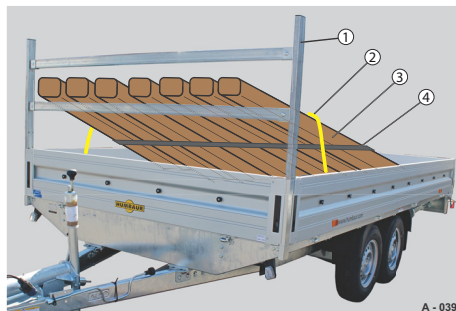

Abb. 38 Ladungssicherung, H-Gestell
- Ladegut rutschfest und sicher positionieren. Dieses zu einer Ladereinheit (Abb. 38/3) verzurren.